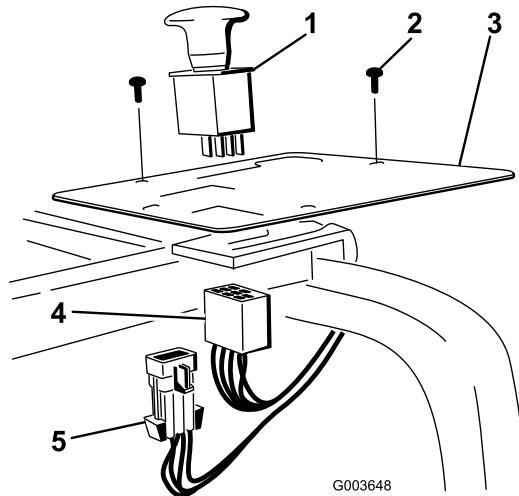

Figura 34
2. Rimuovete il tappo di plastica dal pannello e montate sul medesimo l'interruttore (Figura 34).
- 4. Collegate il cablaggio all'interruttore sul pannello di controllo (Figura 34).
6. Collegate il connettore del cablaggio principale al cablaggio principale (Figura 34).